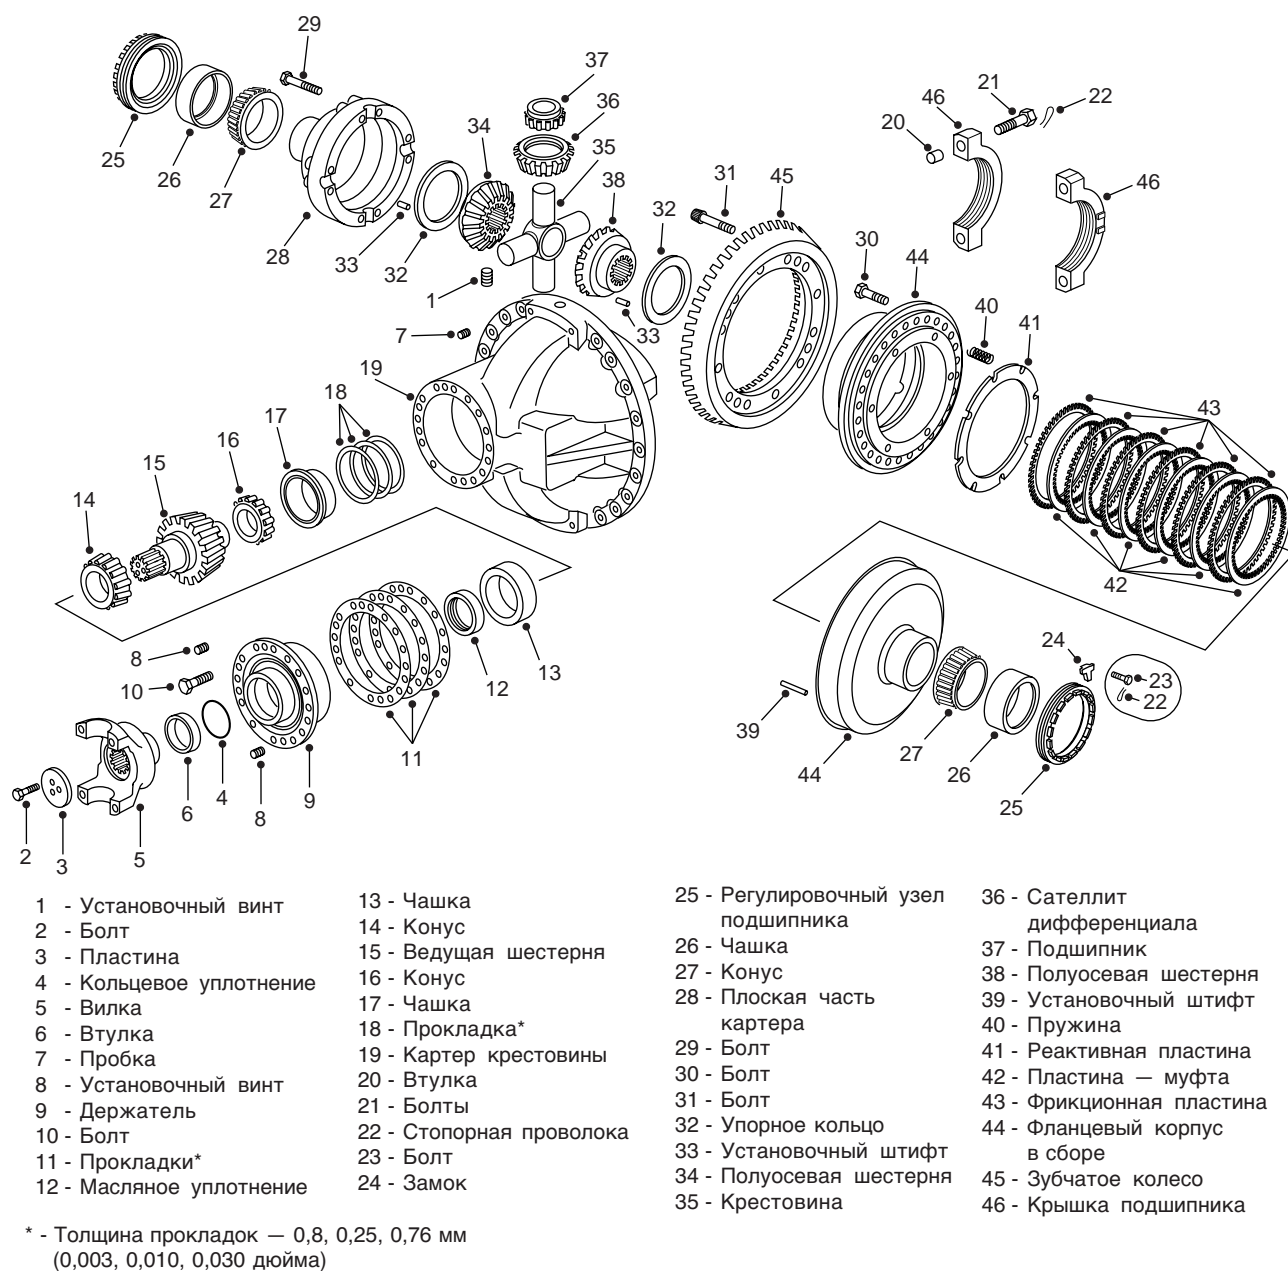

Рис. 1 — Покомпонентное изображение стандартного дифференциала
Номера в скобках относятся к рис. 1.
8. Если тормозной диск (3, рис. 1) изношен, замените его согласно указаниям в подразделе «Общий осмотр» этого раздела. См. раздел 140-0040 «КОЛЕСНЫЕ ДИСКИ, ОБОДЬЯ И ШИНЫ».